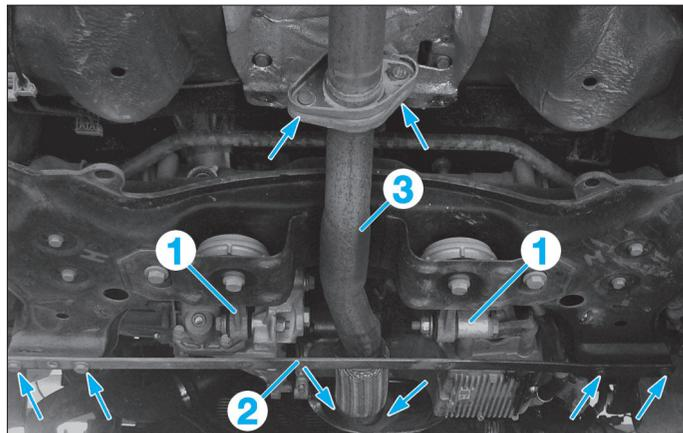

Fig. 5
- Déposer les deux biellettes anticouple (1) (Fig.5).
- Déposer les biellettes anticouples (1) (Fig.5).